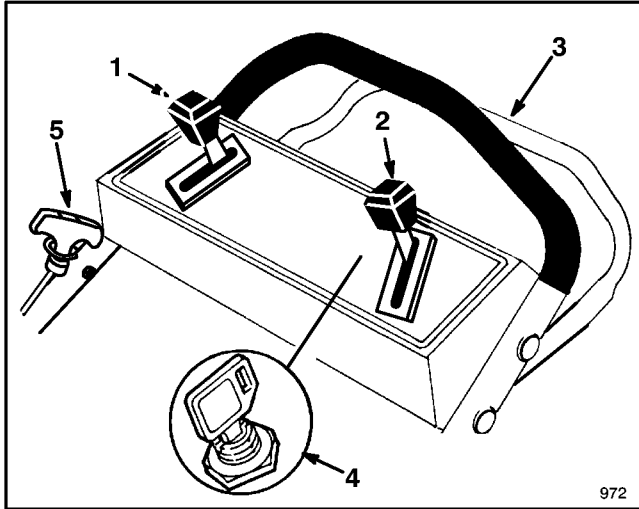

Abbildung 11
STEUERVORRICHTUNG—Startschlüssel (Elektrostart-Modell), Gashebel, Geschwindigkeitshebel, Antriebshebel und Seilstarter befinden sich am oberen Griff (Abb. 11).
5. **STARTEN MIT E-START**—Den Antriebshebel gegen den Griff drücken. Den Schlüssel auf  (START) drehen und loslassen, sobald der Motor läuft. Wenn der Motor anspringt, die Drehzahl nach Bedarf regulieren. Wenn die Batterie zu schwach ist, um den Motor zu starten, kann der Motor mit dem Seilstarter gestartet werden (Abb. 11). Den Motor warmlaufen lassen. Während des Aufwärmens kann das Gerät betrieben werden.